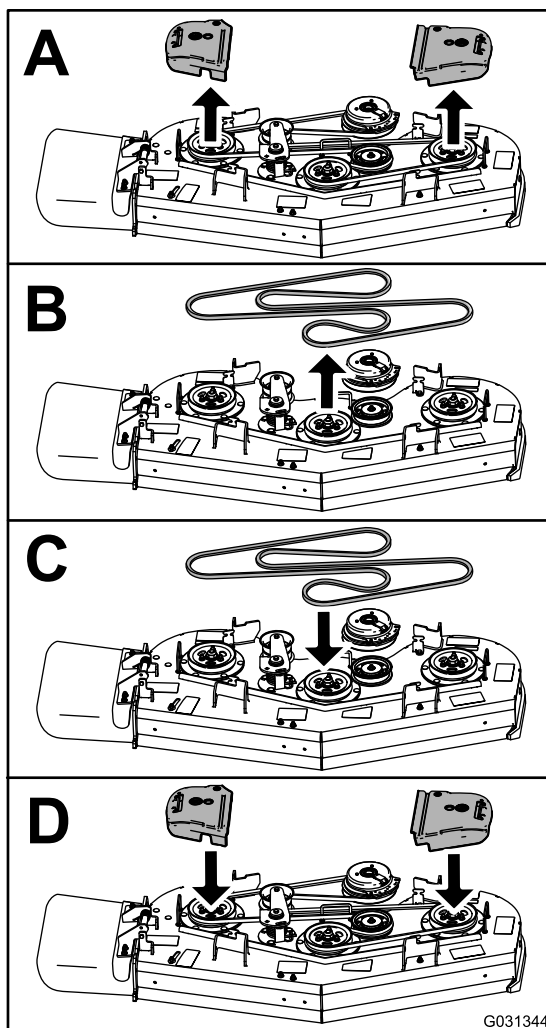

図 66
4. 図 66に示すようにベルトを交換する。
7. クラッチとクラッチストップからデッキベルトを外す 図 66。